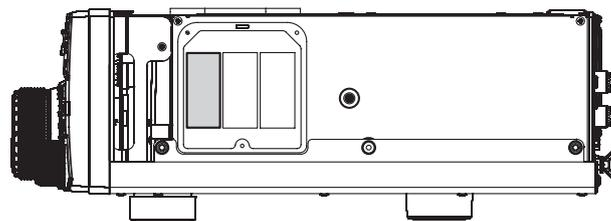

FIGURE 3
5. En vous référant à la figure 3, positionnez le filtre de façon à aligner ses connecteurs avec les broches de montage sur la platine, et poussez le pour le mettre en place.